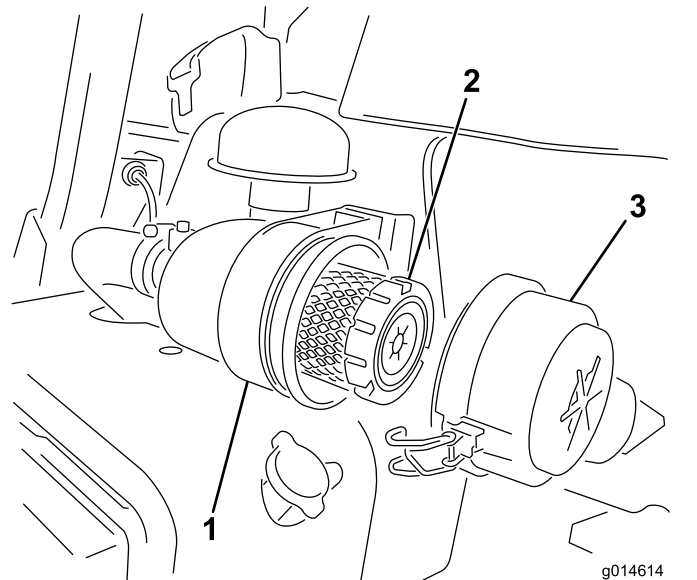

Figura 38
1. Abra los enganches que fijan la tapa del limpiador de aire a la carcasa del limpiador de aire (Figura 38).
7. Cierre los enganches (Figura 38).